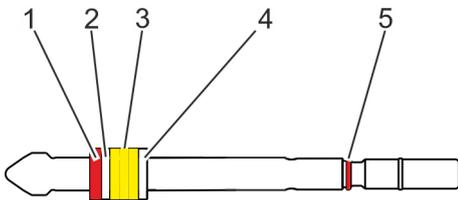

Abb. 27: Spindel mit Stopfbuchselementen (Anzahl der Packungsringe variiert)
- 18. ▶ O-Ring (Abb. 27/5) von der Spindel abnehmen.
- 19. ▶ Kammerungsring (Abb. 27/4) von der Spindel abnehmen.
- 20. ▶ Packungsringe (Abb. 27/3) von der Spindel abnehmen.
- 21. ▶ Kammerungsring (Abb. 27/2) von der Spindel abnehmen.
- 22. ▶ Grundring (Abb. 27/1) von der Spindel abnehmen.